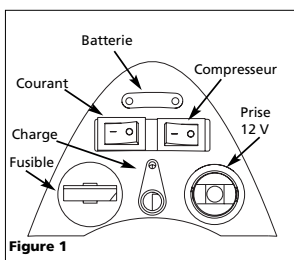

Figure 1
- 1) Mettre sous tension (voir la figure 1)